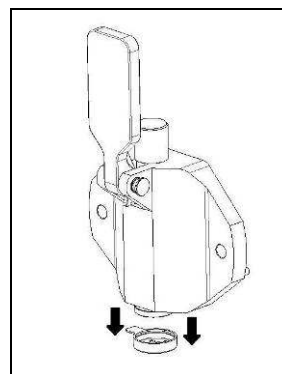

Fig. 12
- **E**xtraiga de la brida el dispositivo para dar forma de estrella al helado (fig.12).